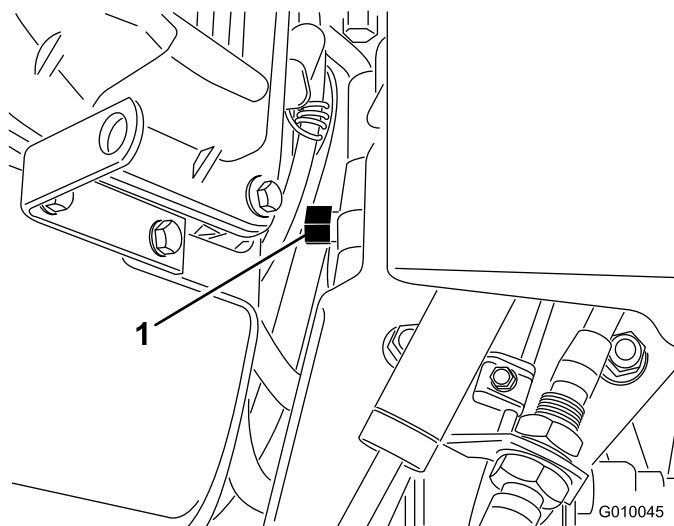

図 30
2. エンジンと油圧ポンプの途中に配置されているバイパスバルブを探し出す (図 30)。
3. レンチ (5/8") を使ってバイパスバルブを左回りに 1 回転させる。これで油圧回路がバイパスされ、車輪が自由に回るようになる (図 30)。
5. エアレータの運転を再開するには、バイパスバルブを右回りに1回転させる (図 30)。